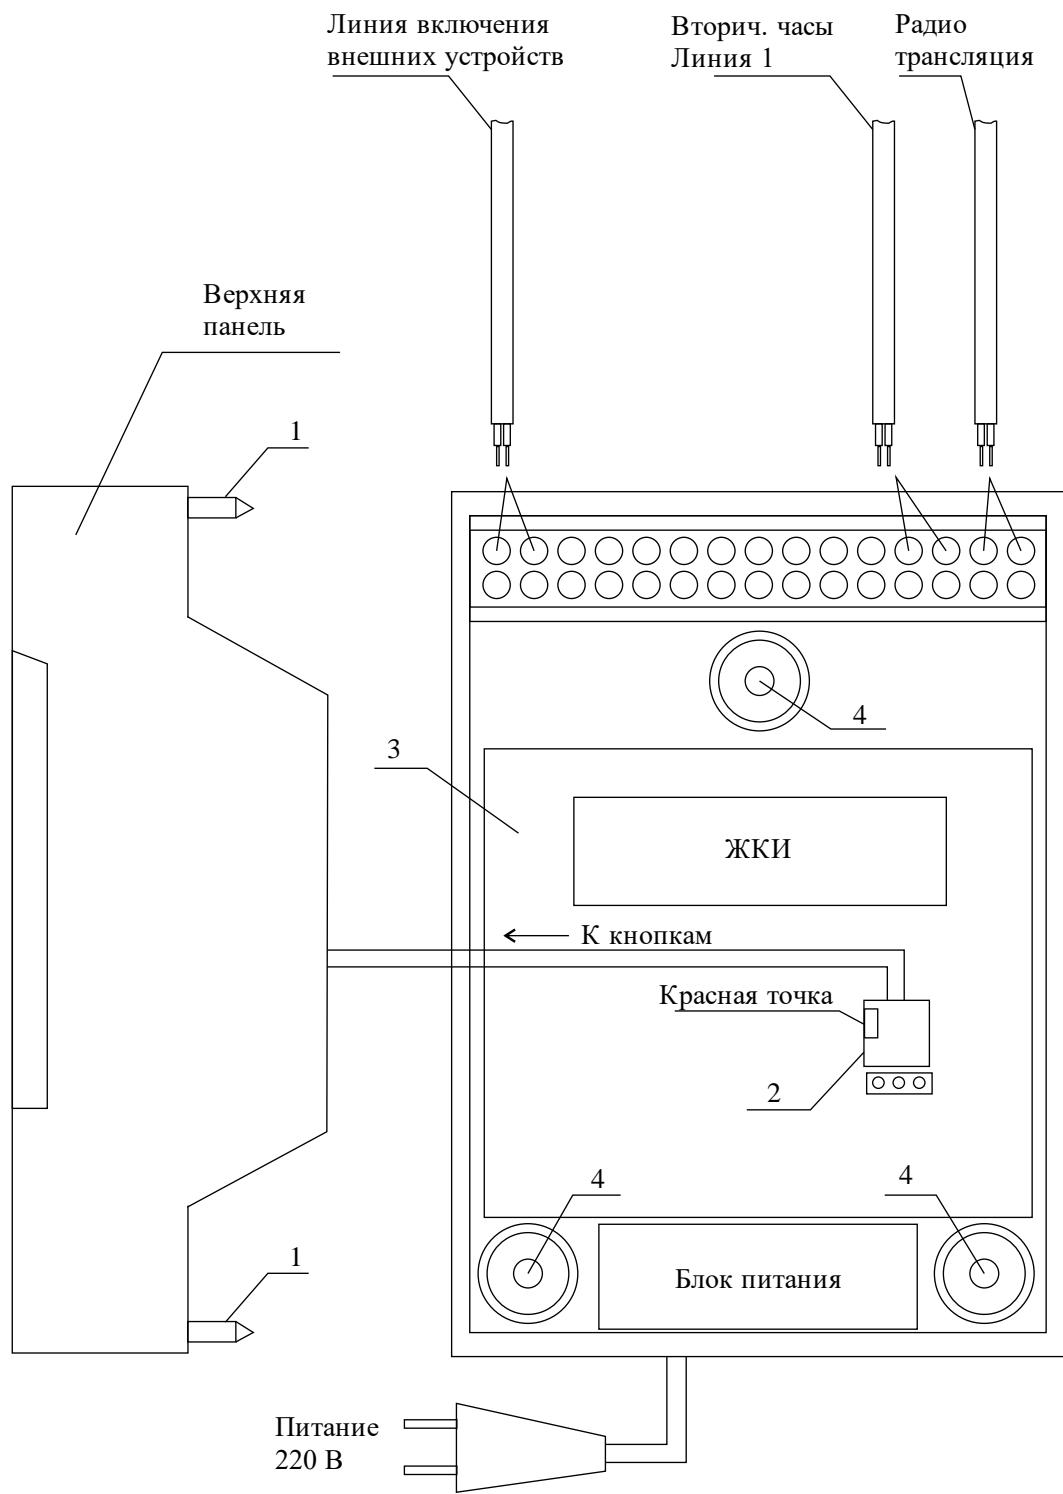

Рис. 1
4.1. Выверните четыре винта 1, расположенных на верхней панели ЧС (см. Рис.1). Осторожно снимите верхнюю панель и отсоедините разъем 2, соединяющий кнопки с печатной платой 3.
4.4. Подсоедините линию радиотрансляции и линию вторичных часов к четырем правым клеммам клеммной колодки как показано на рис.1.
4.5. Подсоедините линию включения внешних устройств к двум крайним левым клеммам клеммной колодки как показано на рис.1 и на рис.2.